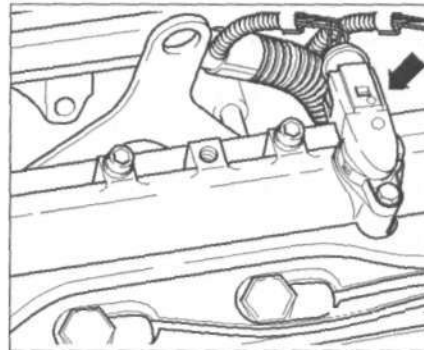

Рис. 4.45. Отсоедините трехконтактный разъем проводки от датчика Холла (**стрелка**).
1. Отсоедините трехконтактный разъем проводки от датчика Холла (**стрелка**) (рис. 4.45).